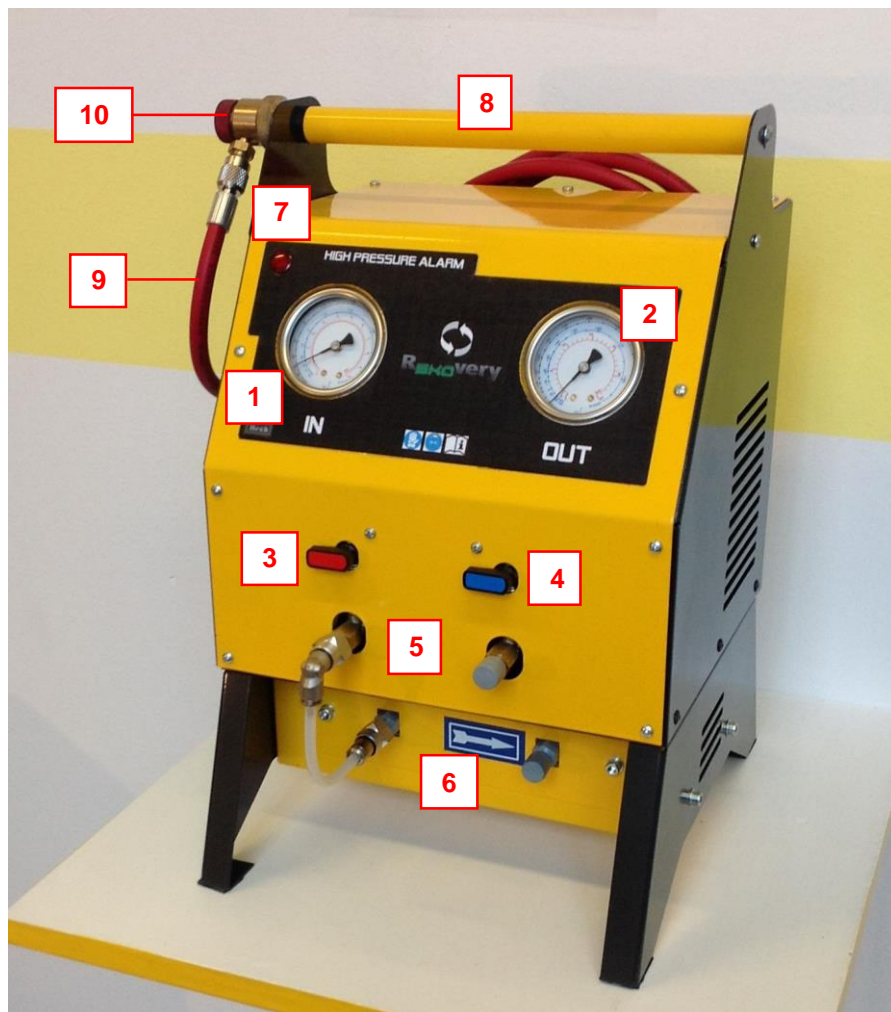

Figura 2 (la posizione degli elementi o il design potrebbero variare leggermente a seconda della versione)
La stazione comprende i seguenti elementi (Figura 2):
3. Collegare l'impianto A/C del veicolo all'attacco d'ingresso (IN) mediante il tubo ad alta pressione rosso ed il relativo attacco rapido. Se la stazione dispone del gruppo filtri (come in Figura 2), il collegamento va effettuato nell'attacco d'ingresso del gruppo stesso (indicato dalla freccia blu e bianca).